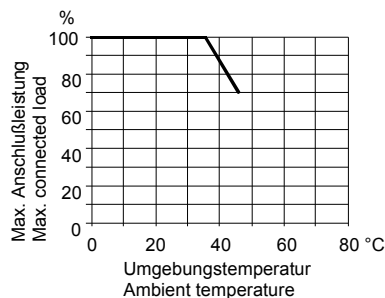

Bild 3. Max. Leistung, abhängig von der Temperatur
- Bei Montage des Gerätes in einem Hohlraumboden sowie für Überkopf-Montage bzw. waagerechte Montage gilt die Reduzierung der max. Anschlussleistung gemäß Bild 3.